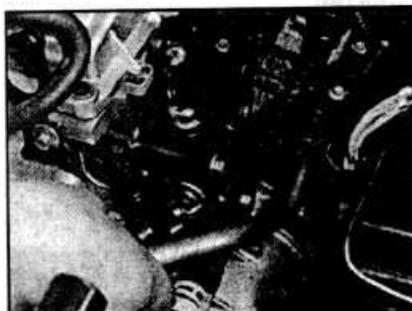

Рис. 3.9. Снятие патрубка выпуска воды с корпуса термостата.
- Отвинтите болты крепления и снимите патрубок выпуска воды с корпуса термостата (см. рис. 3.9).